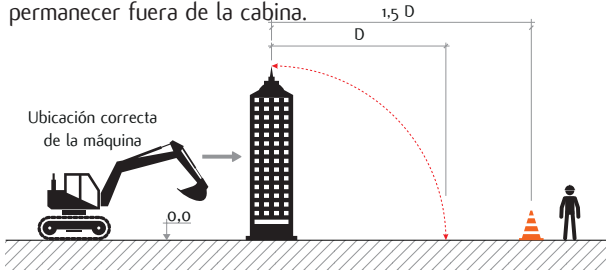

Figura 2. Distancias de seguridad en demoliciones.
3.2. En la demolición de estructuras se debe mantener una distancia mínima de seguridad superior a 1,5 veces la proyección de caída del elemento por volcamiento (muros, pilares, etc.). (Figura 2).